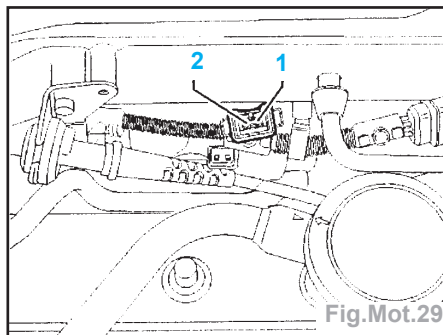

Fig.Mot.29
- Contrôler, en fonction du schéma de parcours du courant, si les câbles entre le boîtier de contrôle et le connecteur ne présentent pas de coupure, de court-circuit à la masse ou au pôle positif (Fig.Mot.29) :